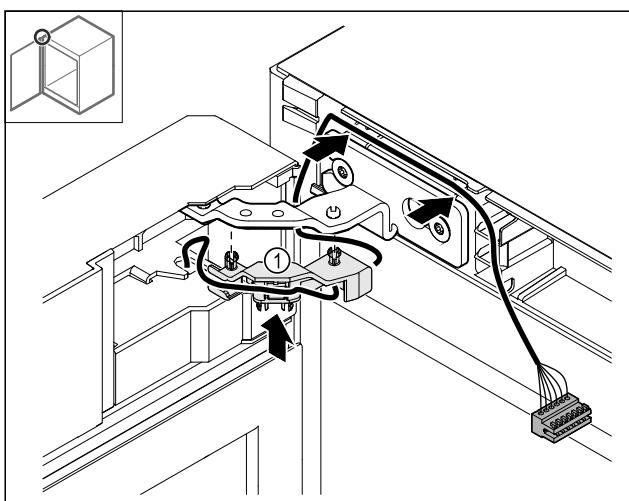

Fig. 49
- Apăsați suportul de cablu Fig. 49 (1) în balama.